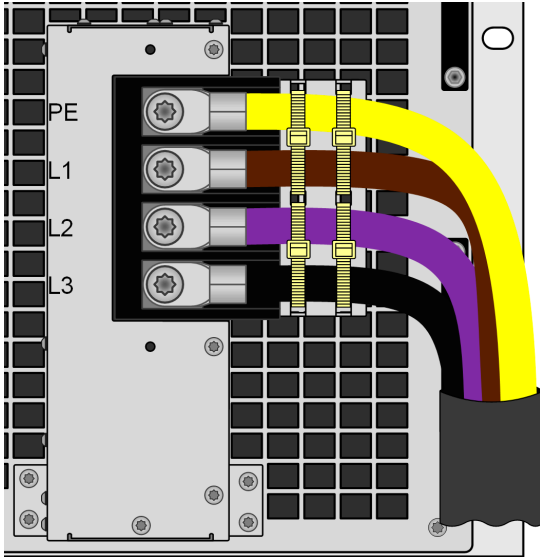

图 10 - 完整安装的固定支架
1. 如下图 10 所示, 将通向交流端子的电线水平排列在预装支架前方。